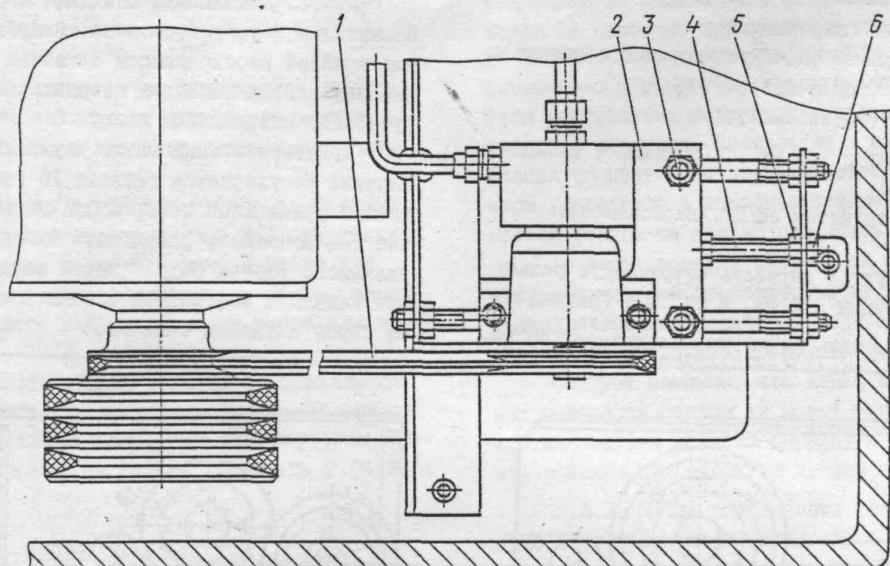

Рис. 21. Привод маслонасоса
2.5.7. Для регулировки натяжения ремня I (рис. 21) привода масляного насоса необходимо: